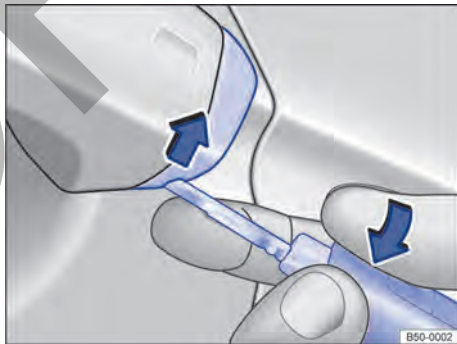

Fig. 72 Manilla de la puerta del conductor: desprender la caperuzita haciendo palanca.
- Desprenda la caperuza haciendo palanca con la llave en el sentido de la flecha → fig. 72.